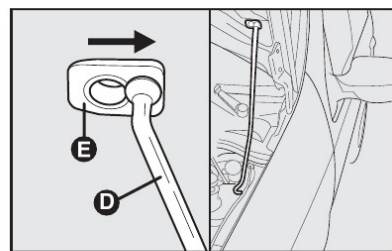

fig. 116
- 4) introduzir a extremidade da vareta **D** na abertura **E** do capô do motor e deslocá-la no sentido da seta **fig. 116**.
- 1) manter levantado o capô com uma mão e, com a outra, tirar a vareta **D-fig. 116** da abertura **E** e repô-la no seu dispositivo de bloqueio;